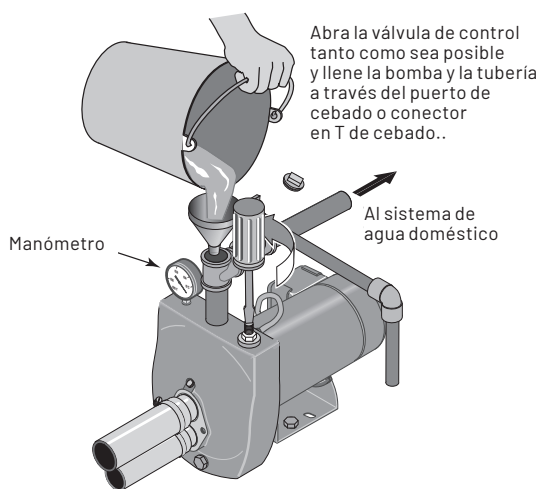

Figura 12: Llene la bomba
1. Abra la válvula de control tanto como sea posible (ver Figura 12). Luego retire el tapón de cebado de la bomba y llene la bomba, llene todas las tuberías entre la bomba y el pozo, y asegúrese de que todas las tuberías que se encuentran en el pozo estén llenas. Si también instaló un conector de cebado en T en la tubería de succión, quite el tapón del conector en T y llene la tubería de succión.